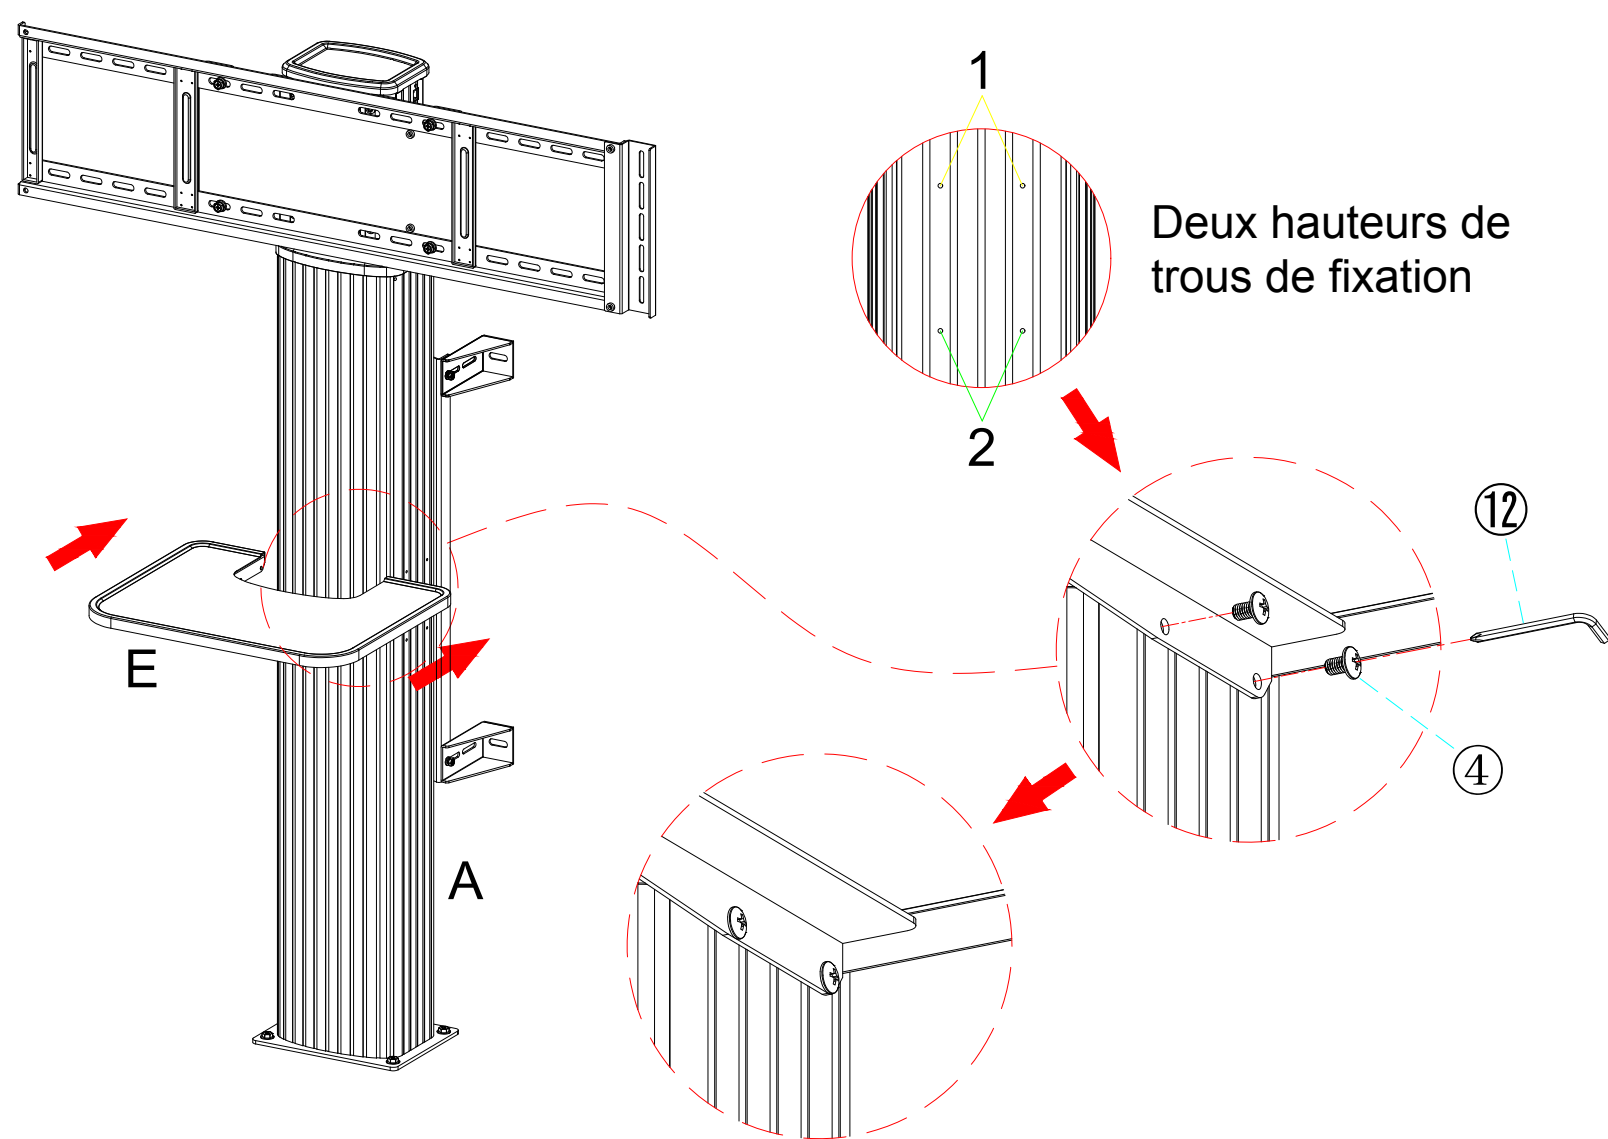

Figure 6
Étape 6 : Le plateau (E) a deux combinaisons de trous de montage, sélectionnez la combinaison requise et la colonne (A) pour l'assemblage, et visser avec 4 vis (④) (Figure 6).